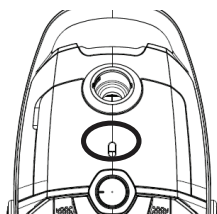

Fig. 8
Sostituire il sacchetto della polvere quando l'indicatore di riempimento del sacchetto (6) diventa rosso o in caso di riduzione della potenza di aspirazione (Fig. 8).